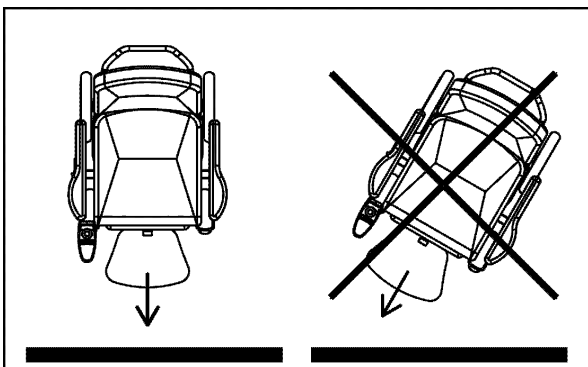

Bild 3.10
1. Kör rakt fram mot trottoarkanten (bild 3.10).